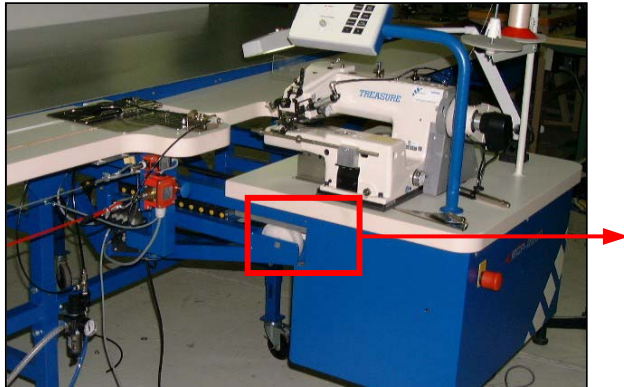

Figure 19 Manivelle pour activer le rouleau de transport
- ▶ Tourner la manivelle (voir détail dans Figure 19) en bas, ainsi l'effort de pression du rouleau de transport est désactivé.